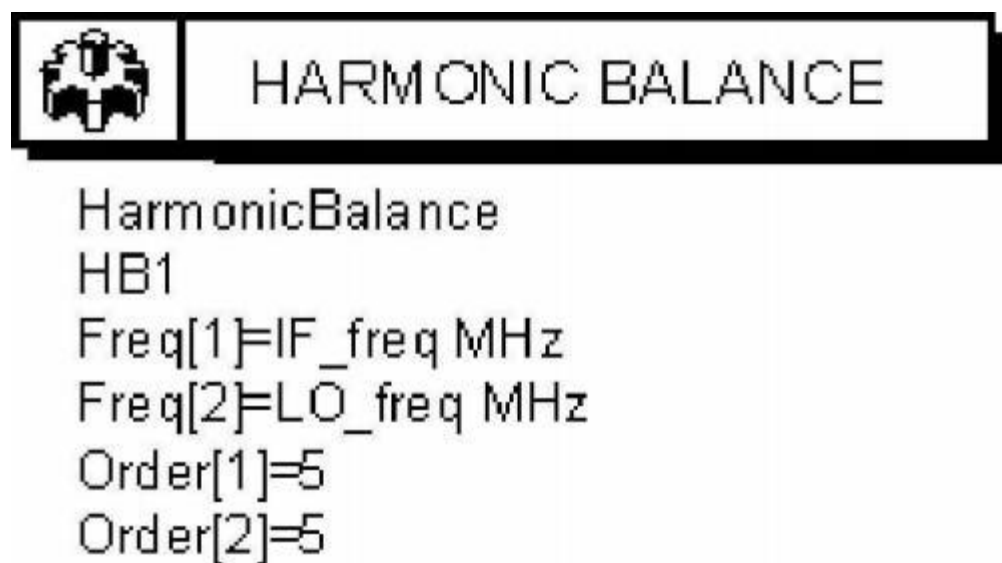

图10 完成设置的谐波平衡法仿真控制器
(7) 为了观测输出频谱，选择“Simulation-HB”元件面板，在面板 中选择一个谐波平衡法仿真控制器“HB”插入到原理图中，双击谐波平衡法仿真控制器，如图10所示对其仿真参数进行设置。